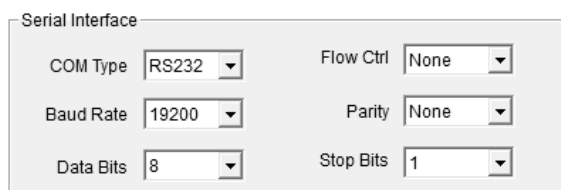

Рисунок 5
9. Теперь необходимо задать настройки терминала «Robustel M1000 Pro V2». Во вкладке «Com» окна программы «M1000ProV2 Configurator» в области «Serial Interface» (рисунок 5) установить следующие параметры: